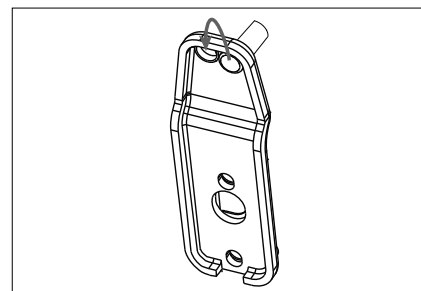

Fig. 3
- ▶ Retire la espiga de la bisagra inferior con un destornillador de ranura y cambie la espiga de la bisagra al orificio que está al lado (fig. 3).